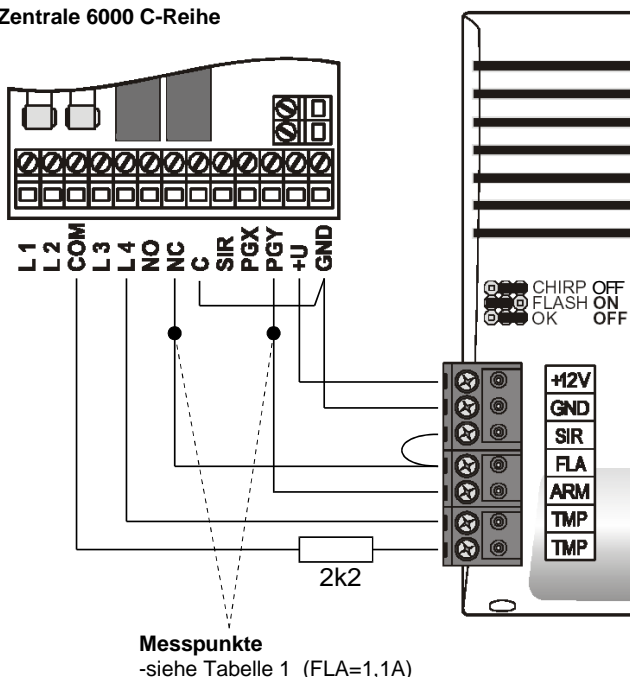

Abb. 2 Anschlussbeispiel mit einer Zentrale der 6000 C-Reihe
- Verbinden Sie die Kabel von der Zentrale mit der Außensirene (siehe Abb. 2).